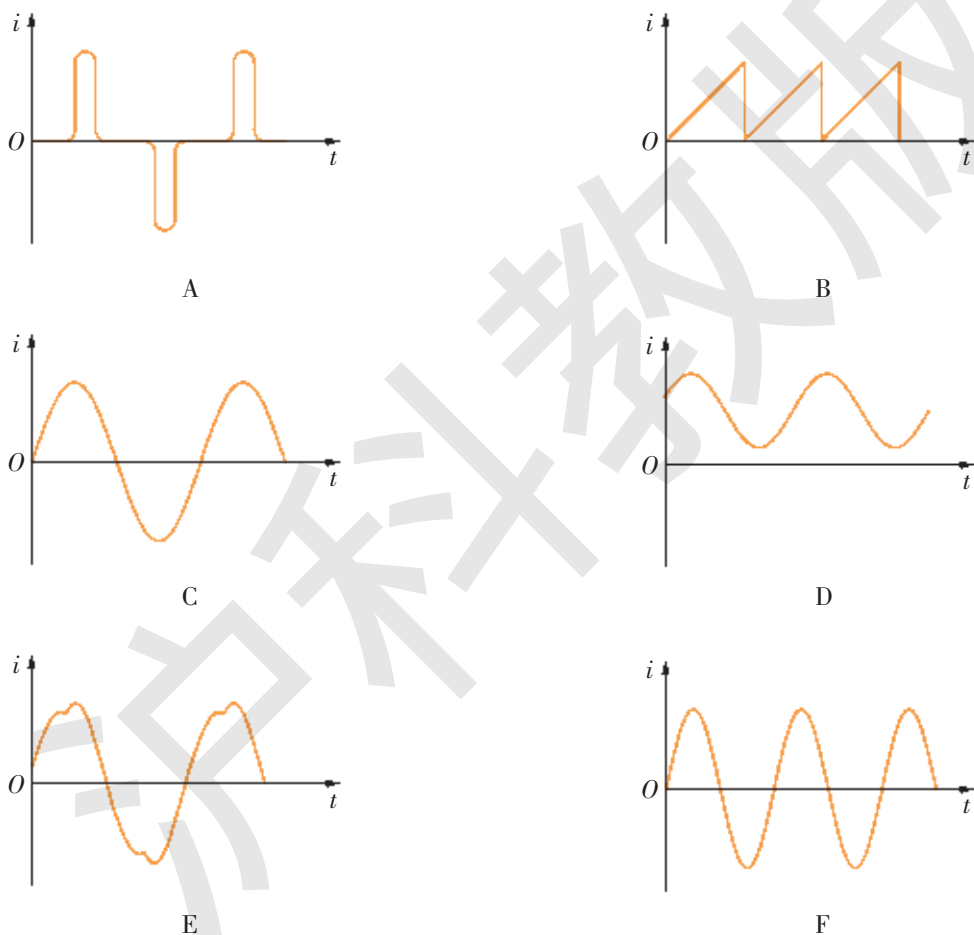

图 2-29
2. 图 2-29 画出了示波器上显示的六种电流随时间变化的图像,其中属于交变电流的是_____,属于正弦式交变电流的是_____。
5. 测电笔检测交流电路时,氖管两端的交流电压 $u = 50 \sin 314 t$ (V)。已知氖管两端电压必须达到 $25\sqrt{2}$ V 时才能发光,则此测电笔氖管在一个周期内发光的总时间为多长? 通电 1 min 内,氖管发光的次数是多少?